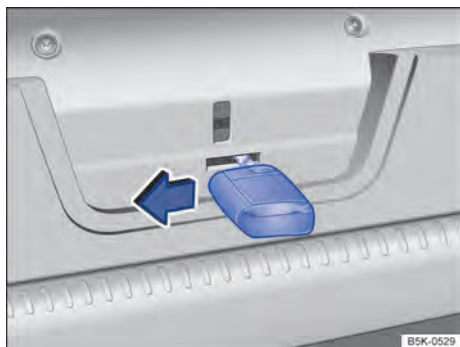

Fig. 86 Na tampa do compartimento de bagagem: destravamento de emergência da tampa do compartimento de bagagem.
- Introduzir a haste da chave rebatida para fora na abertura na tampa do compartimento de bagagem → Fig. 86.
- Pressionar a alavanca de destravamento no sentido da seta → Fig. 86. A tampa do compartimento de bagagem é destravada.